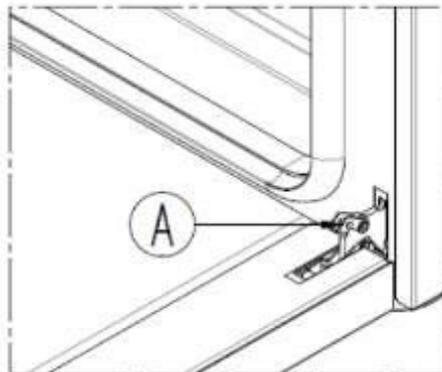

fig. 7
- drej den bevægelige hængselsdel "A" helt rundt (fig. 7);